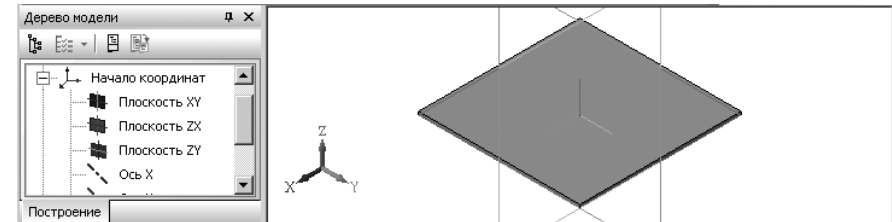

Рис. 7.90. Исходная листовая деталь для создания буртика
*Четвертый этап – построение листового тела* (см. параграф 7.15.1 аналогичный пункт). Возможное состояние исходной листовой детали для создания буртика показано на рис. 7.90.